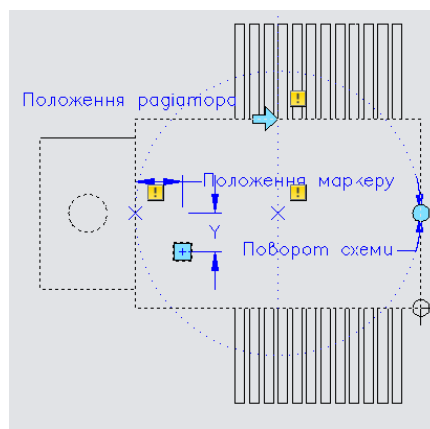

Рис. 6.30. Результат визначення параметрів блока
- отримано параметри динамічного блоку (рис. 6.30 ). Зверніть увагу, що біля параметрів є значки оклику. Це показує, що до параметрів не приєднано дії.